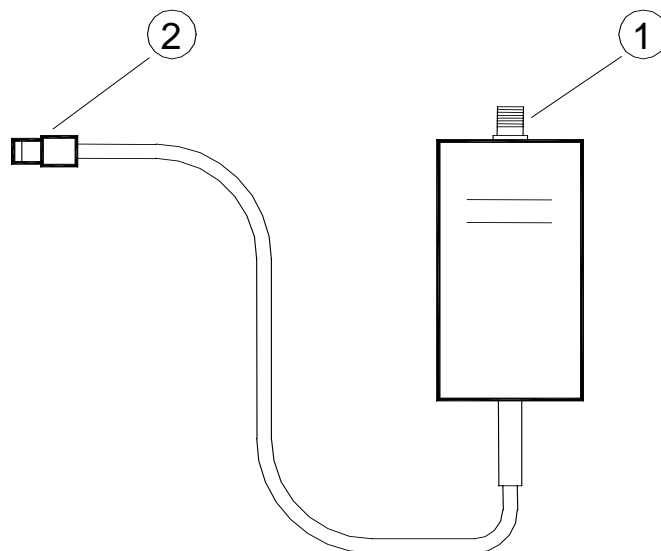

Figure 4
- relier le connecteur Nucletron (cf. Figure 4 N° 2) au connecteur correspondant du chronomètre ;
- visser l'antenne (cf. Figure 4 N° 1)